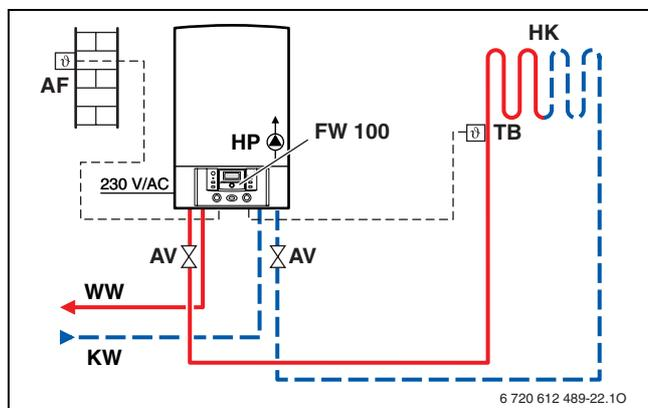

Bild 21 Beispiel mit witterungsgeführtem Regler FW 100 und Fußbodenheizung bis 1000 l/h
- Einsatz einer hydraulischen Weiche: bei Fußbodenheizungen mit einer Wassermenge unter 1000 l/h kann die hydraulische Weiche wie in Bild 21 entfallen (siehe dazu auch Merkblatt für Fußbodenheizungen 7 181 465 172).